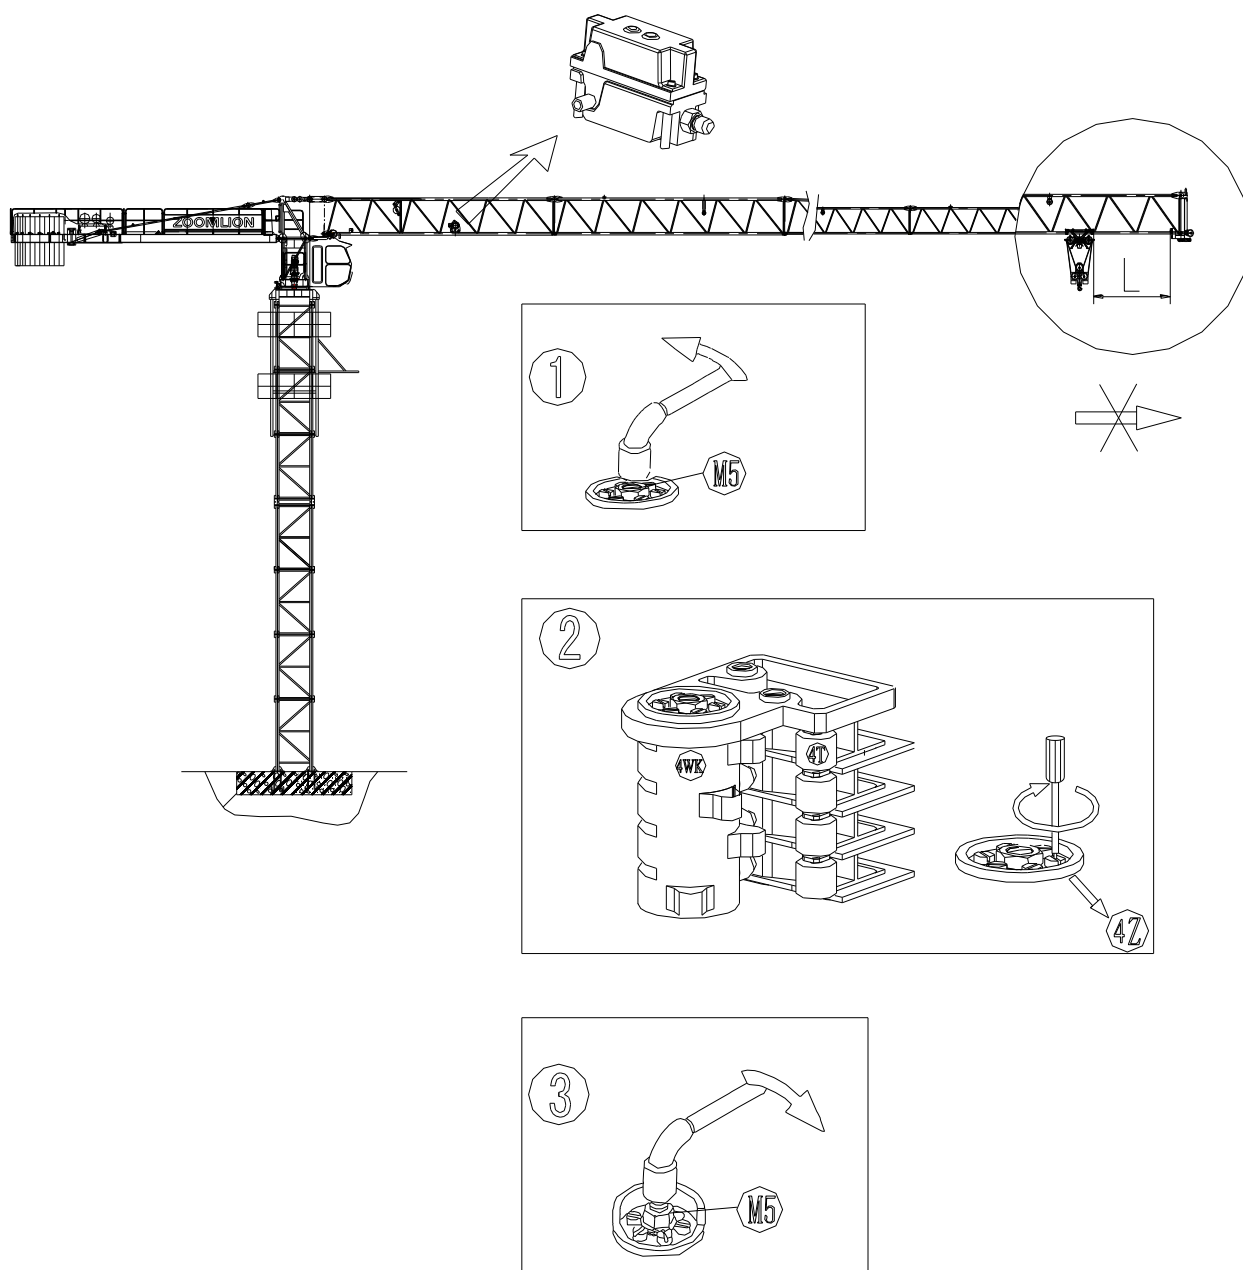

图 9.3-4 向外变幅限位
- (1) 松开螺母 M5;
- (2) 载重小车以低速开至起重臂臂尖缓冲器 $L=0.5\text{m}$ 处，按程序调整(4Z)轴，使凸轮(4T)压下微动开关 (4WK)，使小车停止向外移动；
- (3) 拧紧螺母 M5，见图 9.3-4。